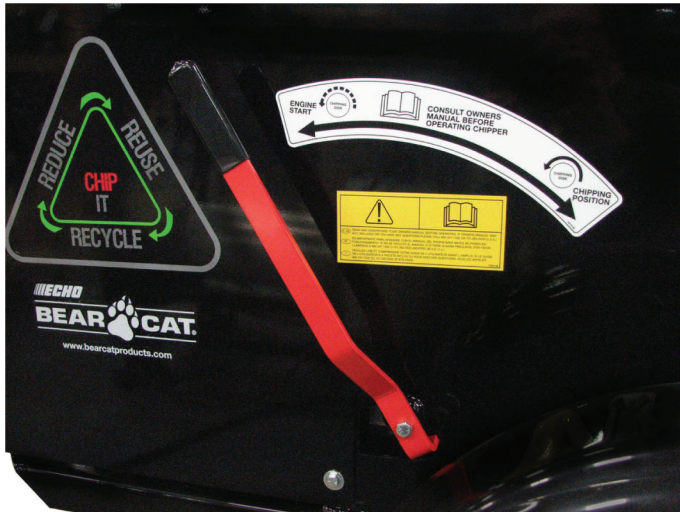

Рис. 5.5. Рычаг включения ремня
5. Если для снятия приводного ремня потребуется увеличить его слабину, ослабьте затяжку переднего и заднего болтов, расположенных на монтажной плите двигателя (см. рисунок ниже), вместе с двумя болтами крепления двигателя, расположенными под защитным экраном ремня. См. рис. 5.5.